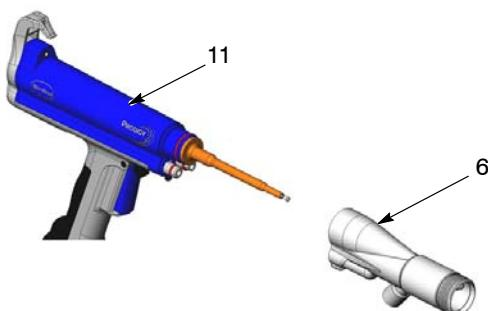

Рис. 21 Снятие переходника
- См. рис. 21. Стянуть переходник распылителя с корпуса распылителя (11) прямо.
- См. рис. 21 и 20. Смонтировать переходник на корпусе распылителя. Затянуть установочный винт.
5. См. рис. 21 и 20. Установить переходник поверх электрода и держателя резистора. Затянуть установочный винт.